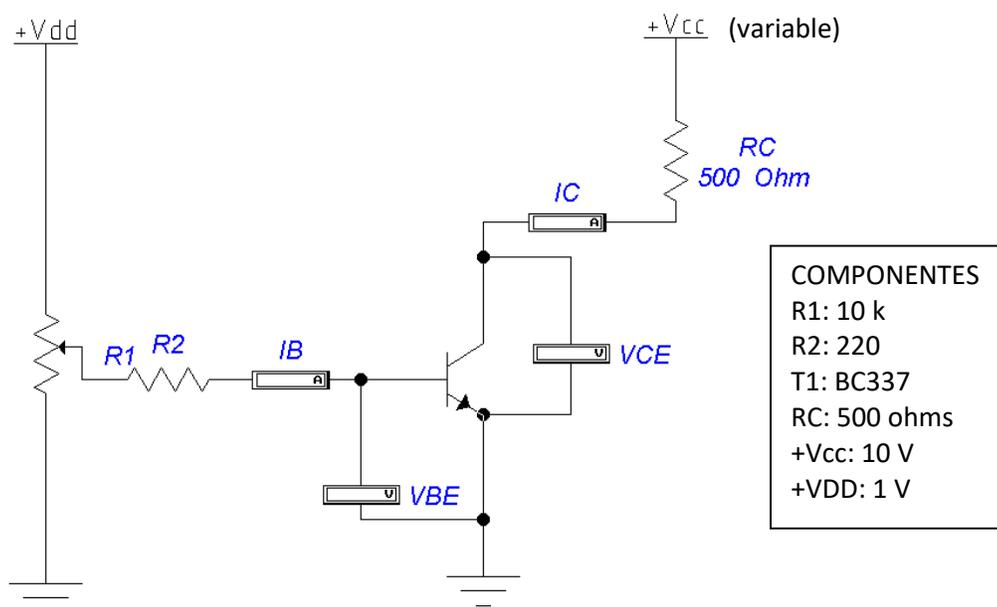
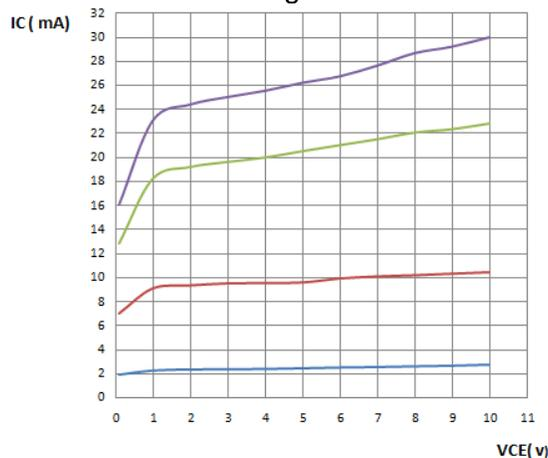

Figura 3: Circuito de ensayo experimental. Vdd fuente de valor fijo. Vcc fuente de valor variable entre 0 a 10Volt.
Figura 4: Curva característica o curva de salida. Transistor BC337
Para determinar y trazar la curva característica o curva de salida se analiza el circuito de la figura 3. En el circuito se indican los instrumentos de medición, esto es, amperímetros y voltímetros correspondientes a I_B , I_C , V_{CE} , V_{BE} .
- 1_En el circuito de la figura 3, con $V_{dd}=1V$ se ajusta R_1 de tal modo que se fije un valor de I_B , el cual no variará durante los procedimientos indicados en los puntos 2, 3 y 4.
Tabla 1: Valores experimentales obtenidos del ensayo del circuito Figura 3.
Punto A. Con los valores de la tabla 1 realice el gráfico de la curva característica o curva de salida (I_C vs V_{CE}) para el transistor NPN BC337 utilizado en el circuito de la figura 3. Presente los valores y gráfico utilizando software Planilla de Cálculo. Indique en los ejes los valores (título, unidades y magnitudes) para cada curva de I_B constantes. El resultado debería ser similar al indicado en la figura 4.
Punto D. Experimentalmente se determinaron los valores correspondientes al circuito de la Figura 3. Fijando un valor de V_{CE} , se intercepta la isolínea de I_B constante y se mide el valor de I_C sobre la ordenada. Se indican los valores en la Tabla 2. Los valores de I_B se corresponden con los adoptados para el trazado de la curva característica (10, 40, 80 y 100 μA)
Tabla 2: Valores experimentales del circuito de la figura 3